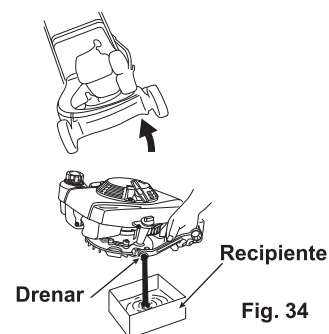

Fig. 34
2. Drene o óleo do motor através da saída de drenagem. (Veja a fig. 34)